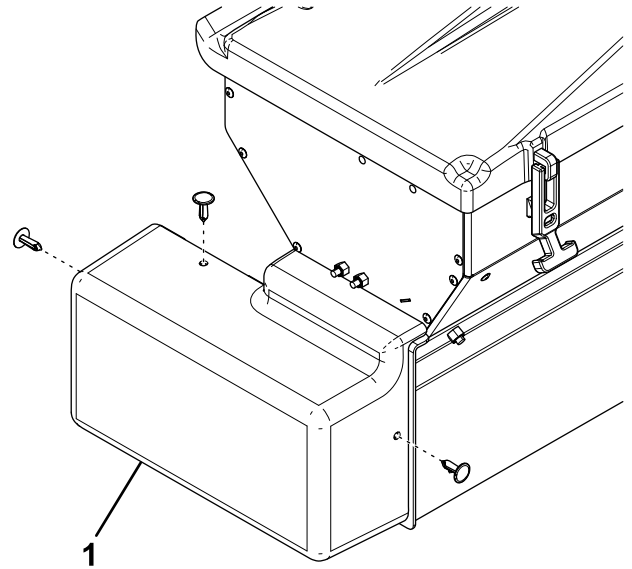

Bild 16
1. Entfernen Sie die Motorabdeckung und bewahren Sie diese auf (Bild 16).